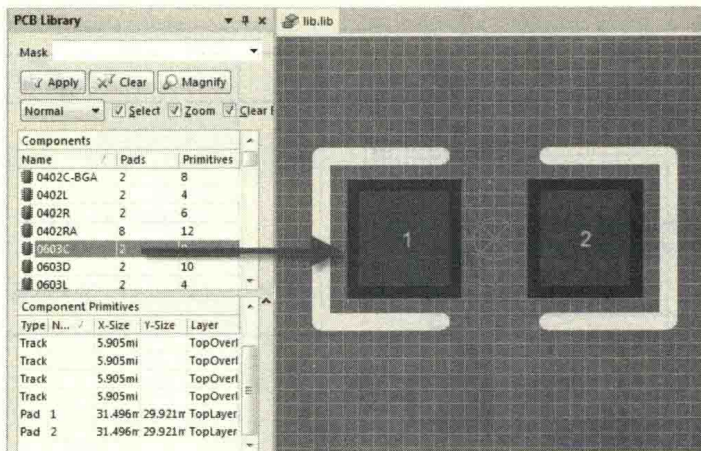

图 5-39 选择 0603C 封装
- (1) 导入打开常用的封装库, 选择 0603C 封装, 如图 5-39 所示。